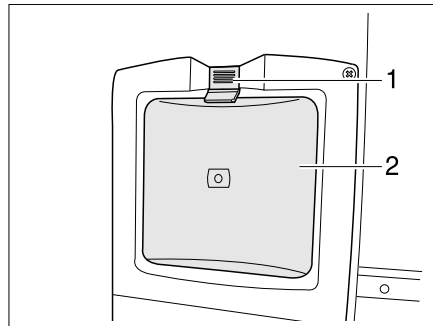

Bild 149 Klappe für Staubbeutel
- Entriegelung (Bild 149,1) nach oben schieben.
- Klappe (Bild 149,2) öffnen.